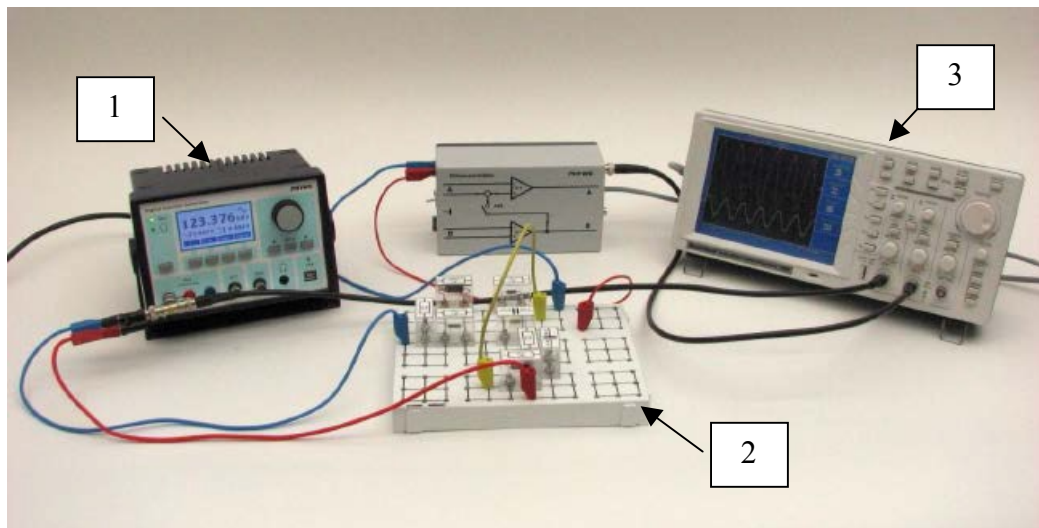

Рис. 9. Схема экспериментальной установки для исследования характеристик RC – фильтров.
В состав экспериментальной установки для изучения электрических RC - фильтров (рис. 9) входят: 1-цифровой генератор сигналов; 2 – RC – фильтр; 3 – двухлучевой осциллограф.
1.Собрать установку (рис. 9).